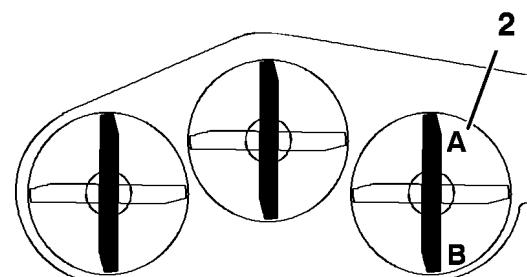

Figure 58
1. Tournez la lame droite dans le sens longitudinal (Figure 58).
2. Mesurez la distance au point **A** entre la surface plane et le tranchant de la pointe de la lame droite (Figure 58).
- Mesurez la distance au point **B** entre la surface plane et le tranchant de la pointe de la lame droite (Figure 58).
- La lame doit être plus basse de 6 à 10 mm (1/4 à 3/8 po) au point **A** qu'au point **B** (Figure 58). Si ce n'est pas le cas, passez aux étapes suivantes.